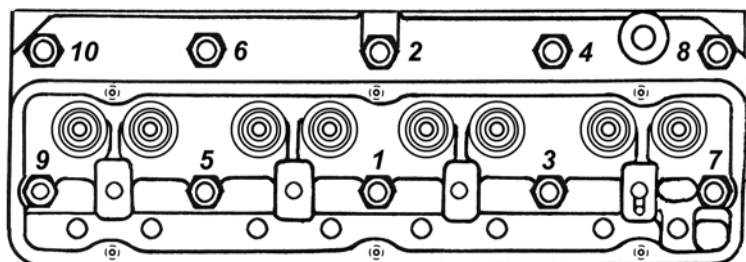

Рис. 12.1. Порядок затяжки гаек крепления головки блока цилиндров
1) Затяжку гаек и ее проверку производить на холодном двигателе, согласно указанного на рис. 12.1 порядка.